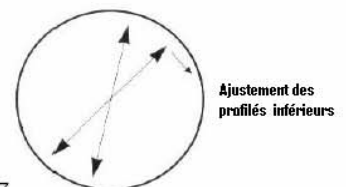

fig. 17
- i) Assurez-vous que la paroi de la piscine forme un cercle (Fig. 17). Il est possible que les profilés inférieurs se sortent des plaques de base lors du mouvement de la paroi. Déplacez de nouveau les plaques de base de manière à les centrer entre chaque deux profilés inférieurs.